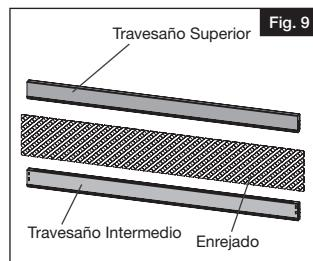

Fig. 9
- a. Coloque el enrejado en el travesaño intermedio seguido del travesaño superior (Fig 9).